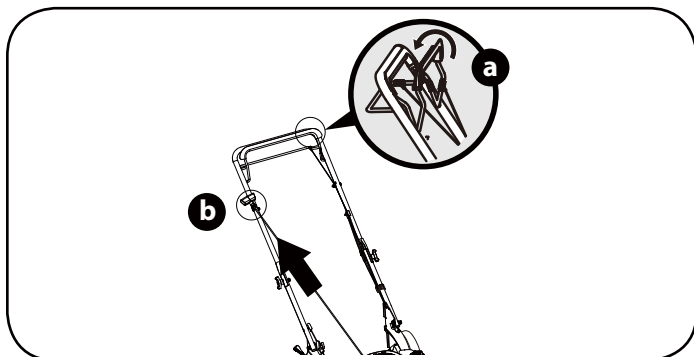

Figura 14
- b. Jale el tirador aproximadamente 4" a 6" hasta que sienta una resistencia y luego encienda el motor jalando fuerte (vea la Figura 14). NO deje que la cuerda del cebador se regrese.